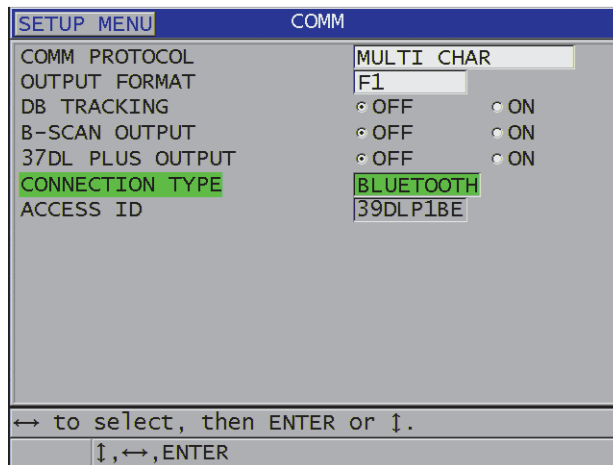

Figure 14-4 Configuration de la communication Bluetooth
4. Dans l'écran **COMM**, réglez le paramètre **CONNECTION T YPE** (CONNEXION) sur **BLUETOOTH** (Figure 14-4 à la page 285).